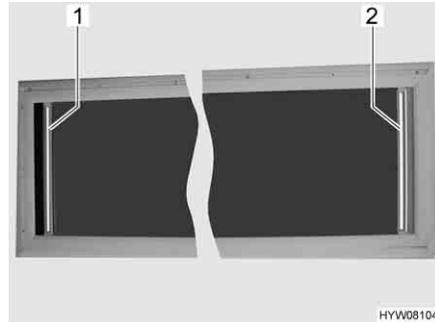

Fig. 86 Finestra apribile sul tetto
- Afferrare la tendina oscurante pieghevole (Fig. 86,2) per la parte centrale della barra di presa, estrarla e rilasciarla nella posizione desiderata. La tendina oscurante pieghevole rimane in questa posizione.
- Afferrare la tendina oscurante pieghevole (Fig. 86,2) per la parte centrale della barra di presa e spingerla lentamente nella posizione iniziale.
- Afferrare la protezione contro gli insetti (Fig. 86,1) per la parte centrale della barra di presa, estrarla e rilasciarla nella posizione desiderata. La protezione contro gli insetti rimane in questa posizione.